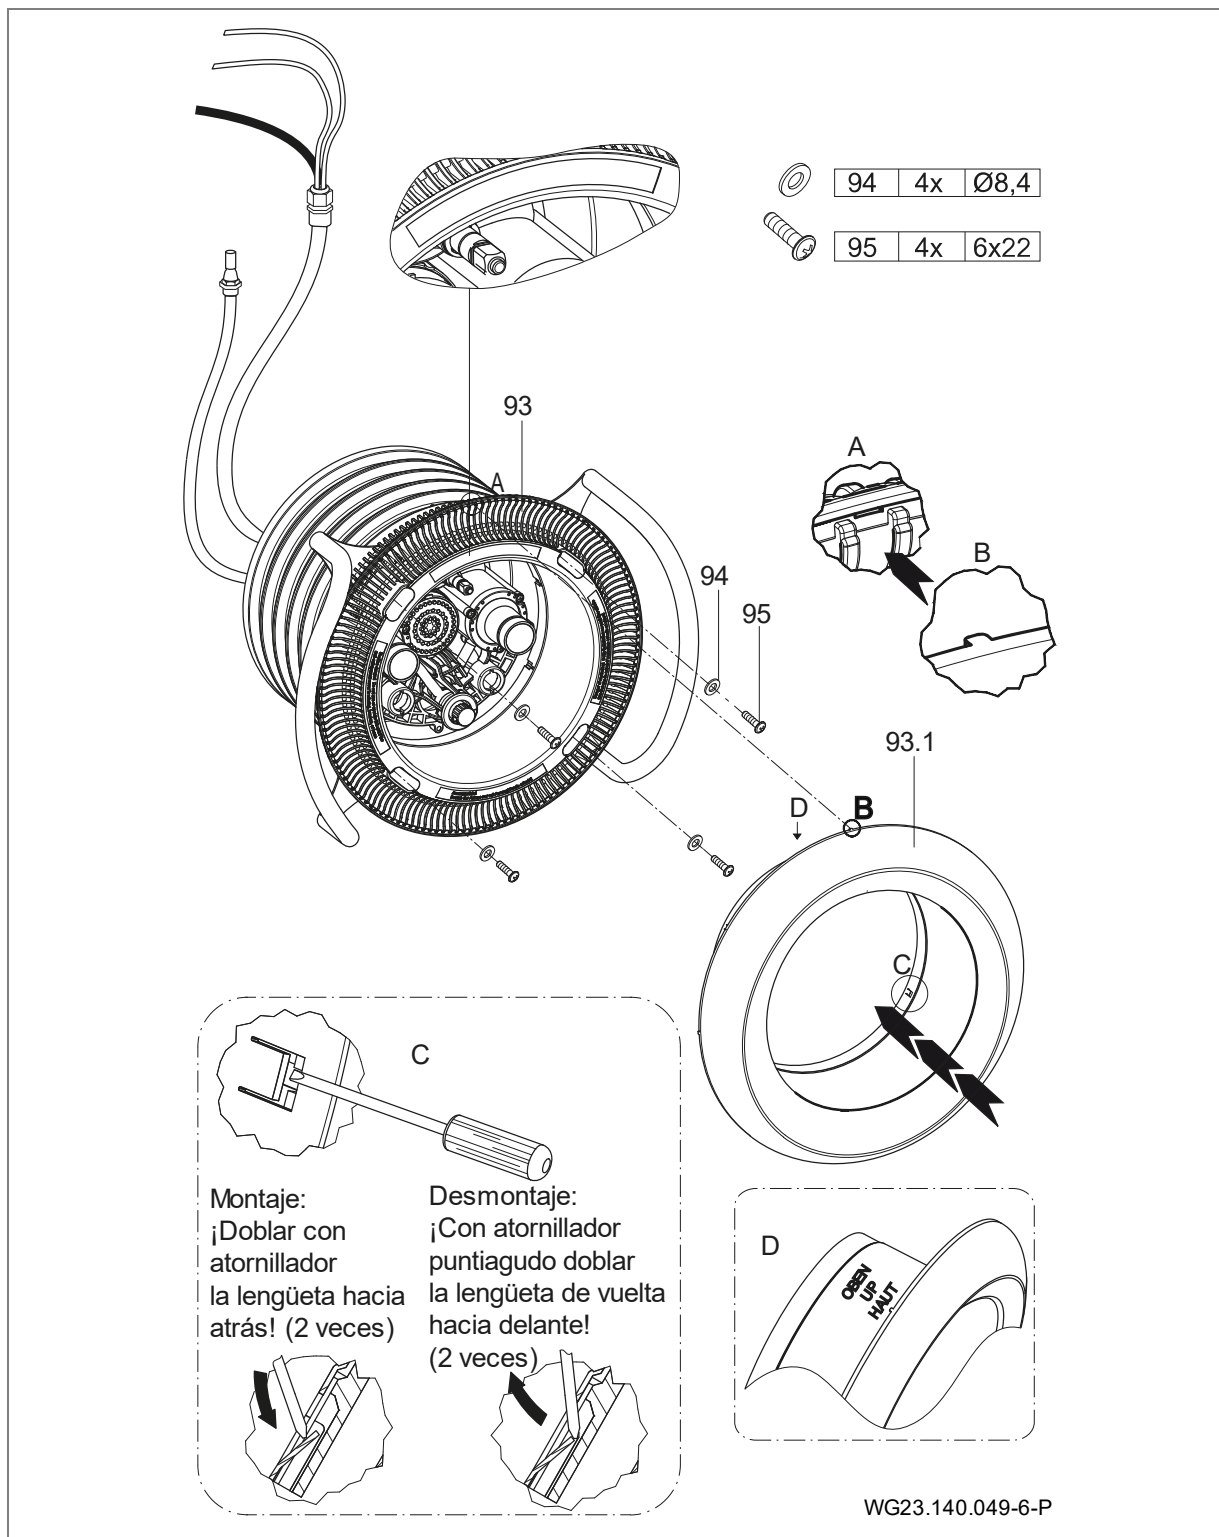
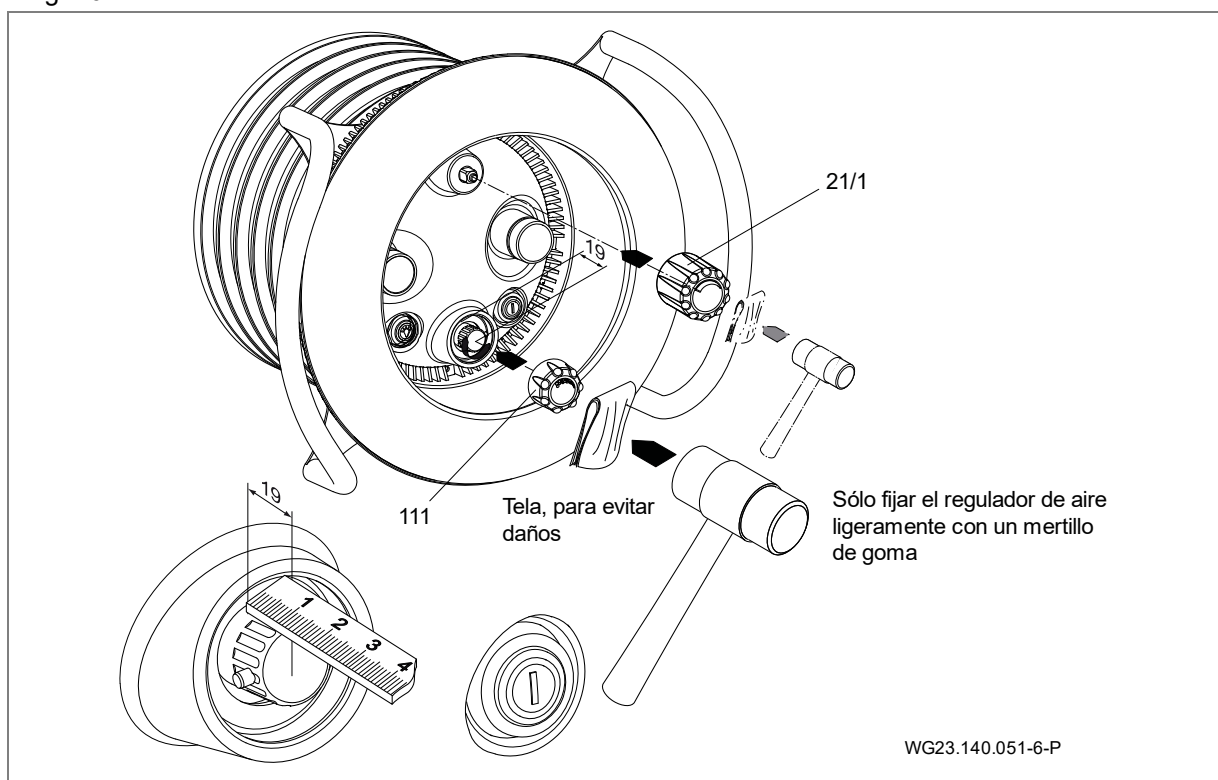

Fig. 19
Fig. 21
7. Alinear la caja de boquillas compl. (102.1) en la carcasa para montaje empotrado (1) y fijarla con los diez tornillos con rosca cortante (61) premontados. (Fig. 19)
Primavera Deluxe: Inserte por presión con cuidado los pulsadores piezo con dos juntas tóricas montadas en la carcasa de pulsadores premontada de la carcasa de las boquillas. Dado el caso, utilice vaselina con medio auxiliar. (Fig. 19)
9. Colocar la placa de aspiración (93) sobre el anillo tensor (28) y asegurarla con cuatro arandelas (94) y cuatro tornillos con rosca cortante (95). (Fig. 19)
11. Alinear la cubierta de luz (110) centrada en la caja de boquillas (102.1) y fijarla con cuatro tornillos con rosca cortante (112). (Fig. 21)
1. Quitar la caperuza para la regulación de cantidades (21/1) y de aire (111). En BADU JET Primavera Deluxe, antes de extraer la tapa debe soltarse el tornillo prisionero. Ver "Fig. 21".
2. Aflojar los tornillos de rosca (112) y extraer la cubierta de luz (110).
3. Doblar hacia delante las dos lengüetas de flexión de la placa de acero inoxidable y retirar la placa. Ver "Fig. 19".
4. Aflojar los tornillos de rosca (95) y extraer la placa de aspiración (93) y la empuñadura (70).
5. En caso necesario, aflojar los tornillos de rosca (61). Extraer la carcasa de las boquillas (102.1). Para ello, observar la tubería de aire interior (4) fijada en la carcasa empotrada (1).
6. Soltar los tornillos (52). Retirar la manilla (70), el anillo tensor (28) y la junta del anillo tensor (27).